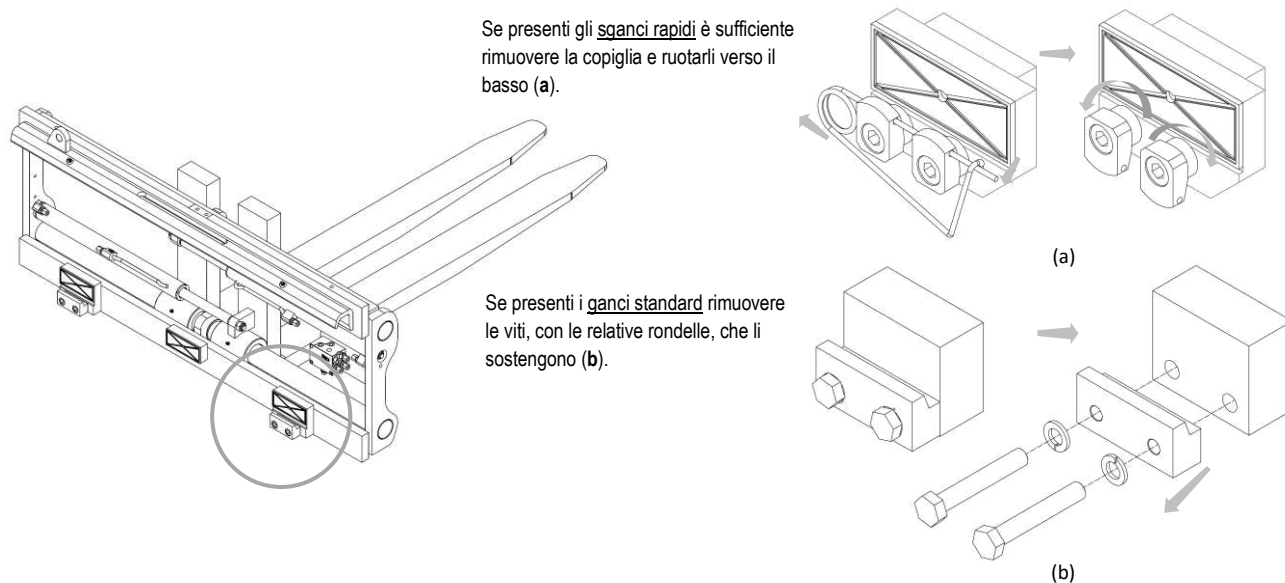

Figura 7
7. Rimuovere i ganci inferiori dall'attrezzatura e ingrassare i lardoni di scorrimento (vedi Figura 7).